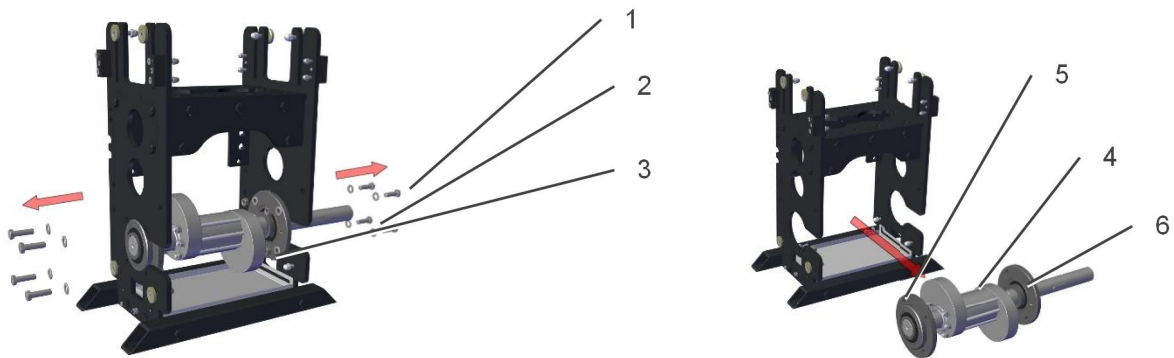
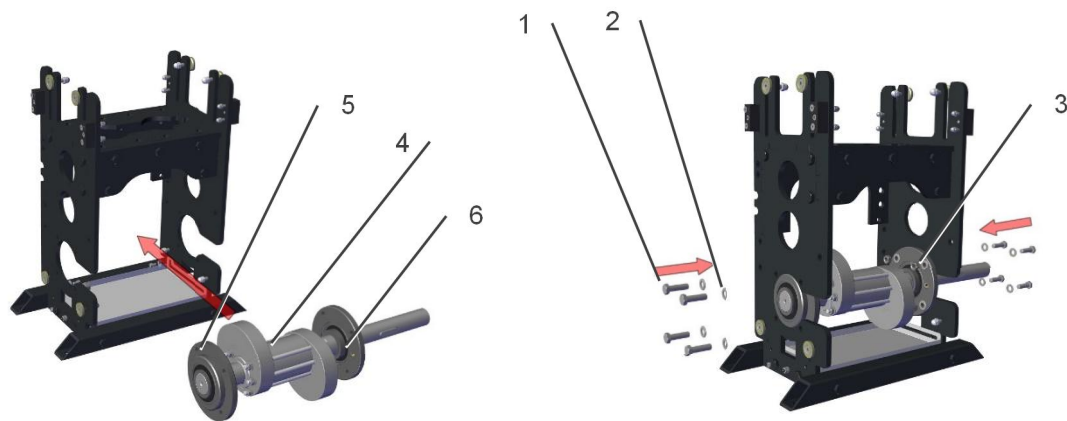
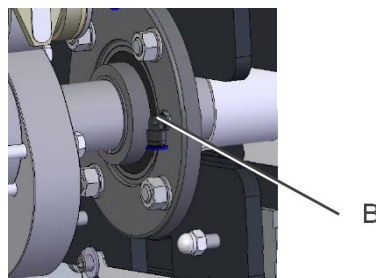

Abb. 8-2: Antriebsstrang demontieren
Abb. 8-3: Antriebsstrang montieren
Abb. 8-4: Antriebsstrang montieren Schmierleitungen an der rechten Seite
1. Die Schmierleitungen vom Fest- (6) und Loslager (5) (siehe Abb. 8-2: Antriebsstrang demontieren) lösen (siehe Abb. 8-4: Antriebsstrang montieren Schmierleitungen an der rechten Seite).
2. Acht Sechskantschrauben M10x20 (1), Unterlegscheiben (2) und Sechskantmuttern M10 (3) demontieren und entnehmen (Abb. 8-2: Antriebsstrang demontieren).
3. Kranzmutter vom Festlager (6) lösen (siehe Kapitel 12.6 „Herstellerangabe zum Fixieren des Spannlagers“) und Lagergehäuse zur Kurvenscheibe schieben.
6. Antriebsstrang (4) zur Seite hin herausziehen.
1. Antriebsstrang (4) von der Seite in die Kolbenpumpe einführen (Abb. 8-3: Antriebsstrang montieren).
- Beim Einbau darauf achten, dass die Anschlüsse B (Abb. 8-4: Antriebsstrang montieren Schmierleitungen an der rechten Seite) der Schmierleitungen des Los- und Festlagers auf der rechten Seite der Kolbenpumpe sind.
2. Alle acht Sechskantschrauben M10x20 (1), mit Unterlegscheiben (2) und Sechskantern M10 (3) handfest anziehen.
3. alle acht Sechskantschrauben M10x20 (1) und Sechskantern M10 (4) mit 35 Nm festschrauben.
4. Die Schmierleitung des Fest- (6) und Loslagers (5) (Abb. 8-3: Antriebsstrang montieren) montieren (Abb. 8-4: Antriebsstrang montieren Schmierleitungen an der rechten Seite)